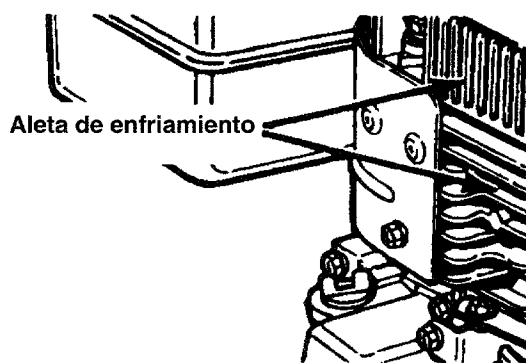

Figura 14
- Extraiga frecuentemente los recortes de grama, suciedad y desechos de las aletas de enfriamiento, del tamiz de la toma de aire y de las palancas y acoples. Esto ayudará a asegurar un enfriamiento adecuado y una velocidad correcta del motor. Vea la figura 14.
- Anualmente o después de cada 25 horas de uso, lo que ocurra primero, extraiga el armazón del ventilador y limpie las áreas mostradas en la figura 14 para evitar una velocidad excesiva, un calentamiento excesivo y daños al motor. Limpie más frecuentemente si fuera necesario.